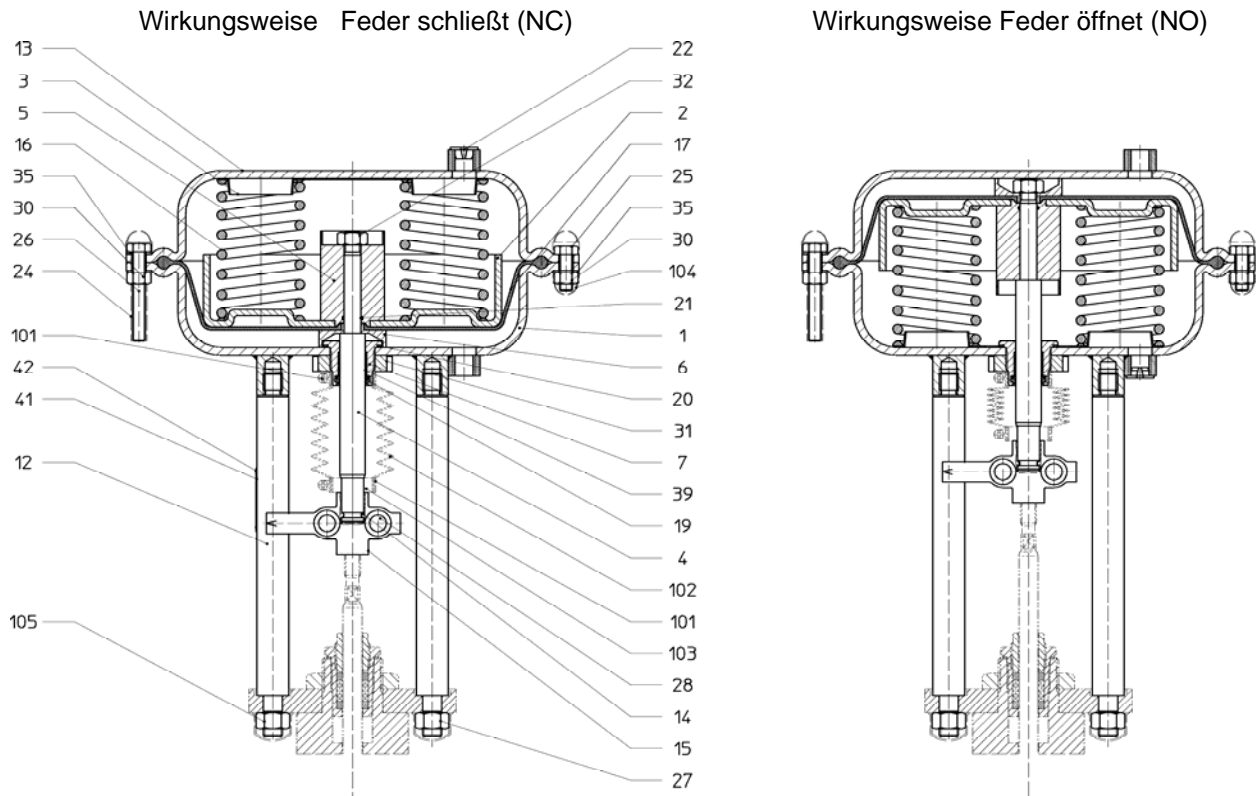

Bild 2: Antrieb Typ PA-N 300
- Die Ringmuttern bei PA-N 540-2160 für Transport- und Handhabung sind beigelegt, und werden nach Demontage von zwei Sechskantmuttern (31) (Bild 2,3 und 4) auf die Stiftschrauben der Hauben(1) aufgeschraubt. Sie sind nicht für einen Transport mit montierten Ventil geeignet
Tabelle 2: Stückliste zu Bild 2